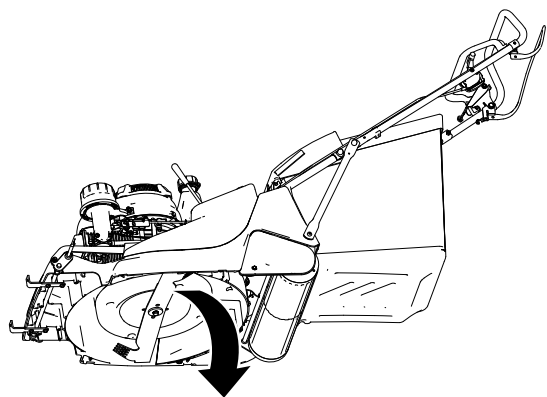

Figure 9
4. Abaissez la machine avec précaution (Figure 9).